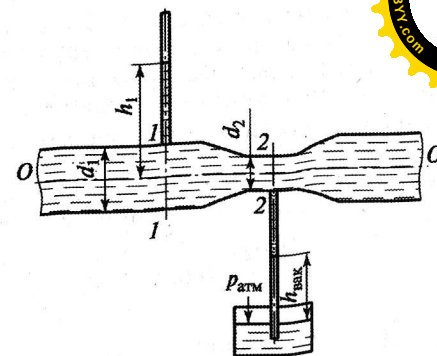

Рис. 5.18
**Задача 5.18.** Определить, на какую высоту  $h_{\text{вак}}$  поднимется вода в трубке, один конец которой присоединен к суженной части трубы, а другой опущен в воду (рис. 5.18). Расход воды в трубе  $Q = 0,025 \text{ м}^3/\text{с}$ , избыточное давление  $p_1 = 49 \cdot 10^3$  Па, диаметры  $d_1 = 100$  мм и  $d_2 = 50$  мм.